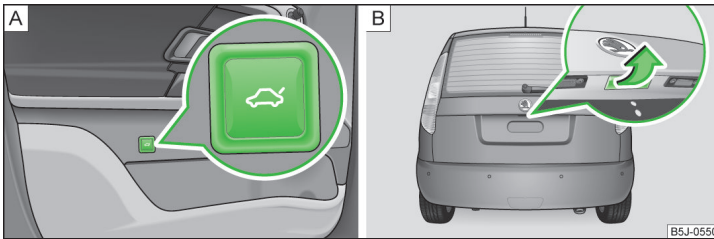

Abb. 35 Gepäckraumklappe öffnen / Griff der Gepäckraumklappe
- Die Symboltaste ↻ in der Fahrertür » Abb. 35 - A drücken und die Gepäckraumklappe in Pfeilrichtung anheben » Abb. 35 - B.
- Den Griff drücken und die Gepäckraumklappe in Pfeilrichtung anheben » Abb. 35 - B.